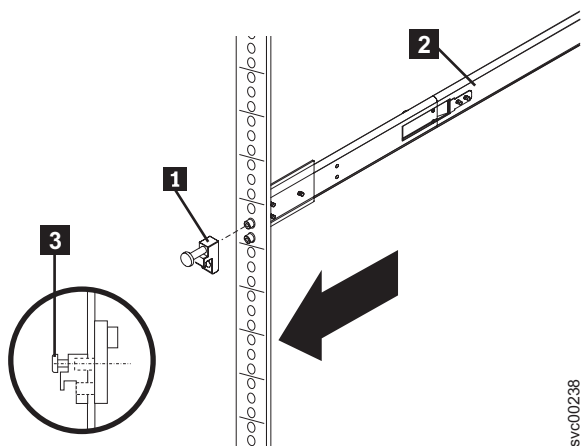

図 58. スライド・レール前面にラッチ受け座を取り付ける方法
5. 85 ページの図 58 に示すように、拘束ねじ **3** を使用して、1 つのラッチ受け座 **1** を右側レール **2** の前面に取り付けます。ねじは、指だけで締めてください。同じ方法で左側レールの前面にもう一方のラッチ受け座を取り付けます。